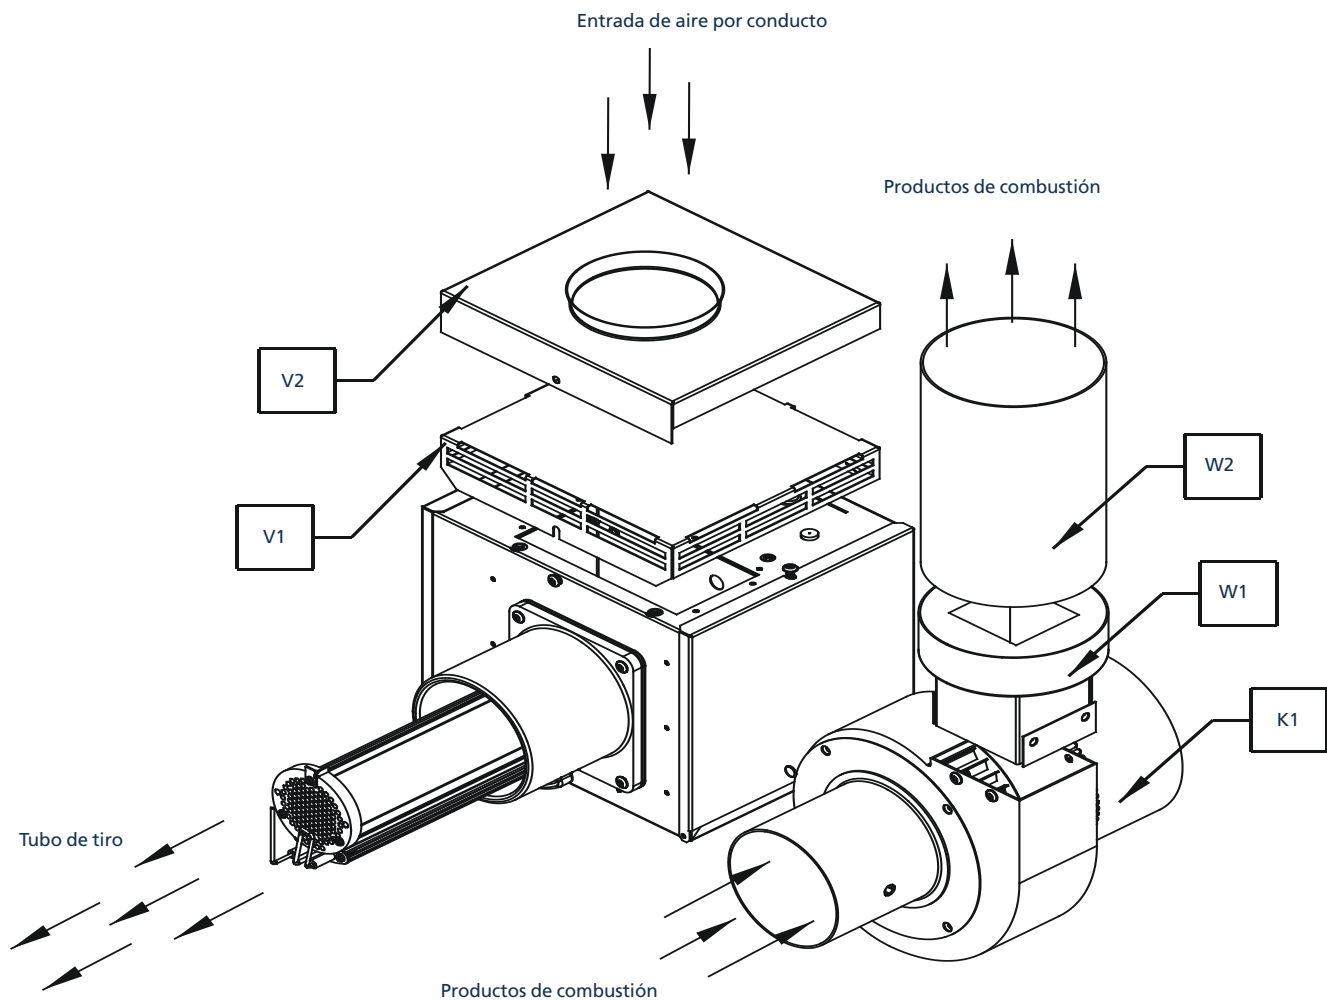
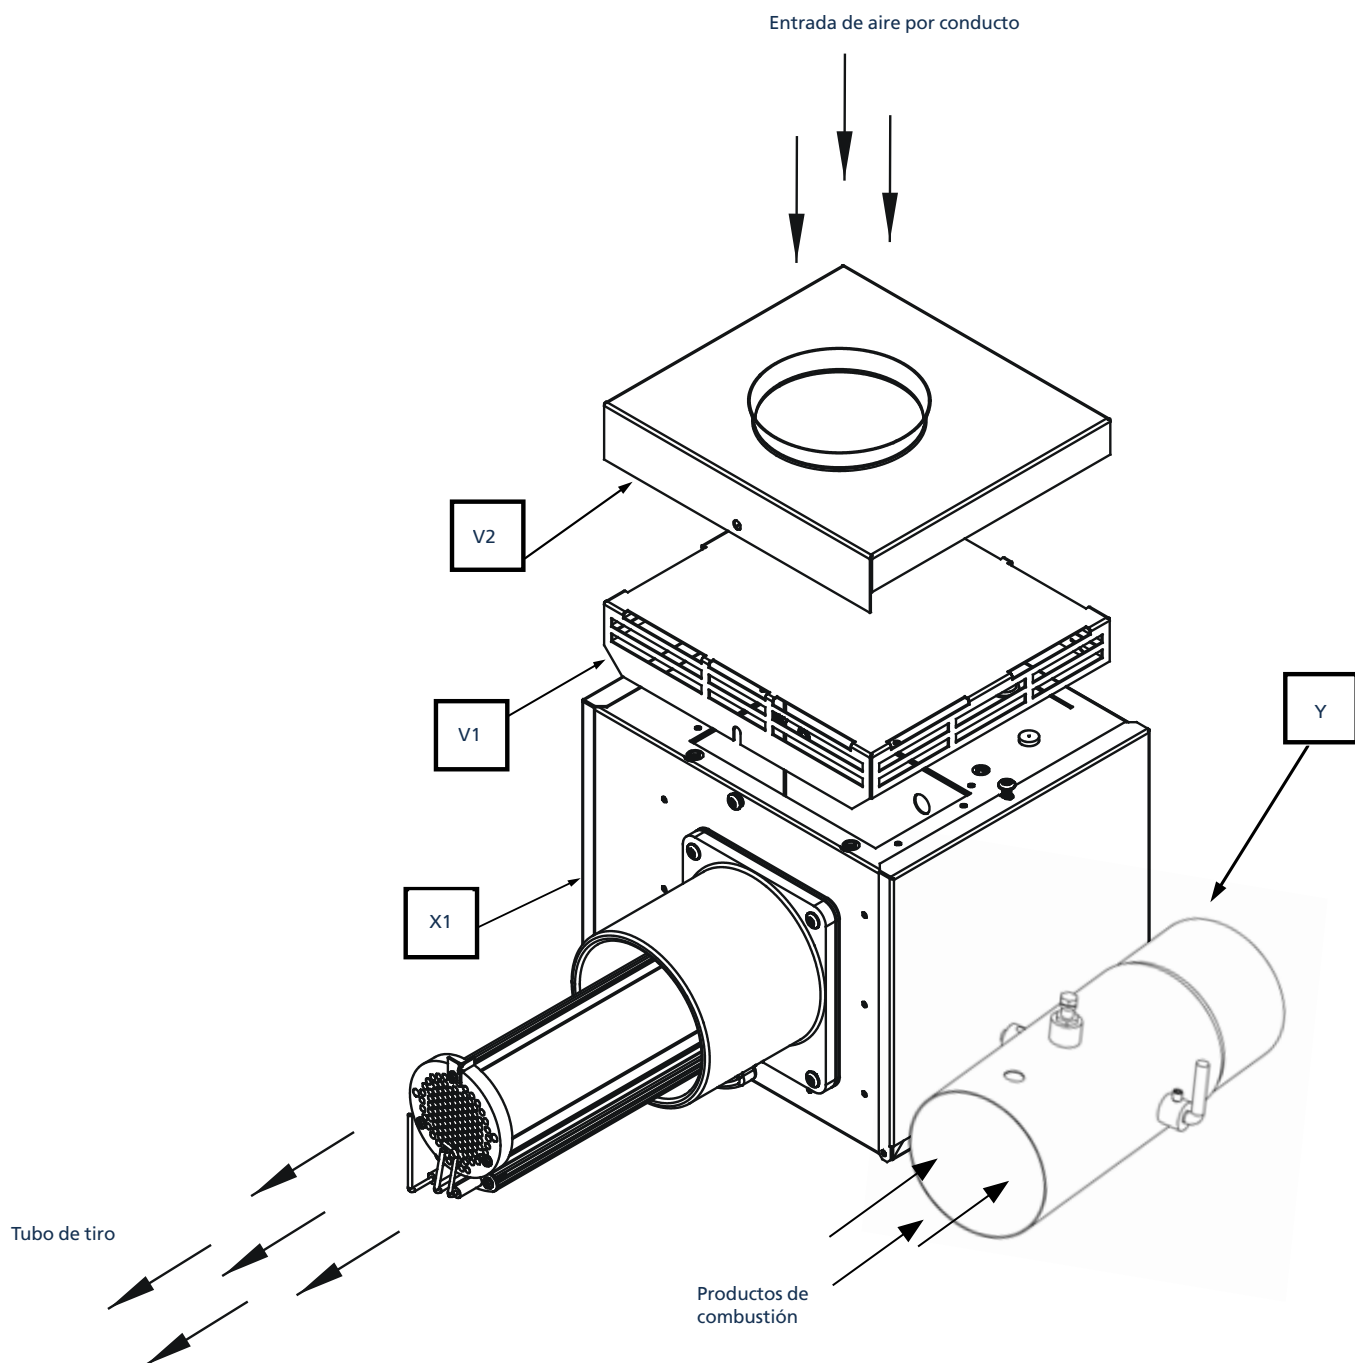

Ilustración 18. Opción 1. Acoplamiento del sistema de salida de humos a quemadores inducidos (VSUTE)
Ilustración 20. Opción 3. Acoplamiento del sistema de salida de humos a quemadores inducidos (VSLHE)
Dependiendo del tipo de quemador instalado en su calefactor, dispone de distintas opciones de configuración de la salida de humos y la entrada de aire de combustión, descritas entre la Ilustración 18 - Ilustración 20:
- Opción 1: para el quemador inducido con/sin salida de humos y/o entrada de aire por conducto opcional, consulte la Ilustración 18.
- Opción 3: para calefactores en espiga, consulte la Ilustración 20 de la página 20 y el apartado 1.7 de la página 9 Sistemas en espiga (UHE/LHE).